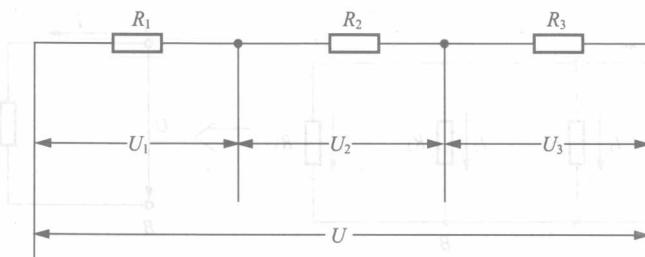

图 1-12 串联电阻分压电路示意
(1) 电阻的串联电路。如果电路中有两个或两个以上的电阻，一个一个依次相接，且各连接点都没有分支，只为电流提供唯一通路的电路称为电阻串联电路。如图 1-12 所示就是由三个电阻组成的串联电路。